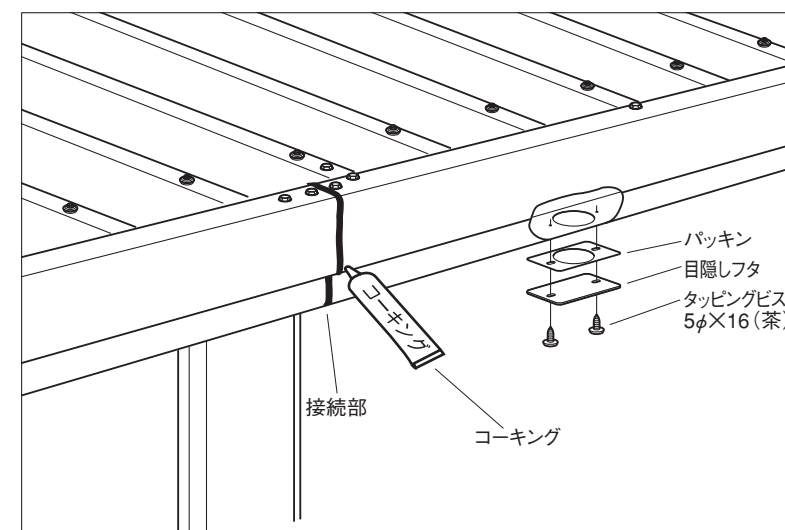

図60
(10) 鼻隠し後の接続部分にコーキングをします。(図60)